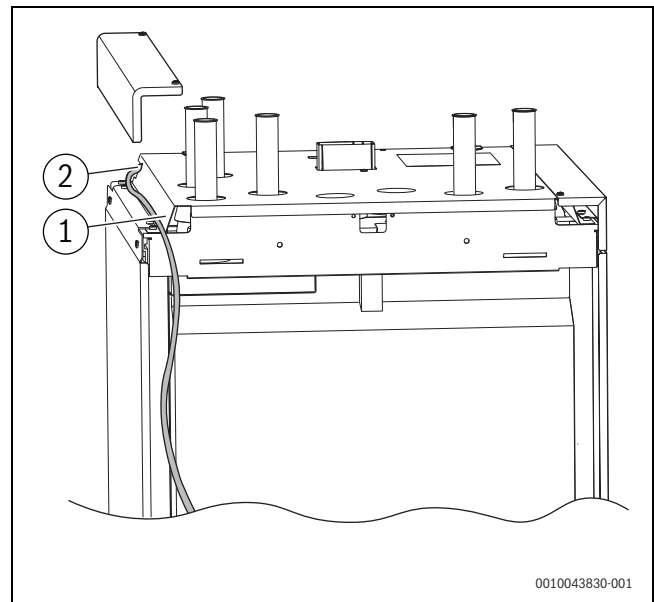

Bild 27 Kabelführung im Gerät
- ▶ Kabel in den Kabelhalter (→ Bild 27, Pos. [1]) auf der Rückseite der Elektronikbox befestigen und zu den Kabeldurchführungen führen.